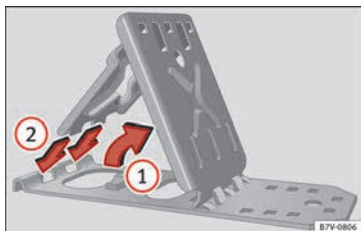

Fig. 102 Desplegar los calzos plegables.
- Levante la placa de apoyo » fig. 102 ①.
- Introduzca las dos “pestañas” de la placa de fijación en los orificios alargados de la placa soporte ②.